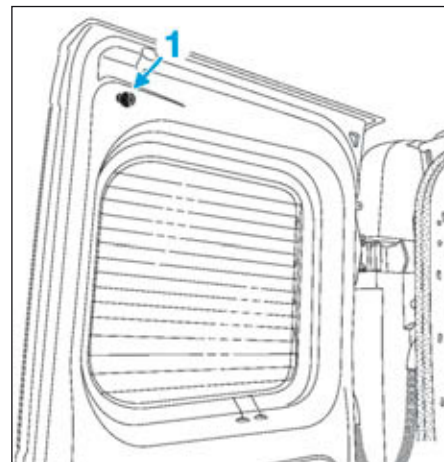

FIG.113
- l'écrou (1) du feu stop surélevé (Fig.113),